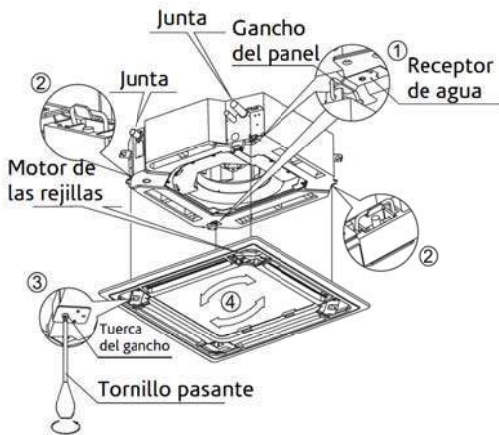

Fig. 5-12
(3) Instale el panel
- a. Alinee el motor oscilante sobre el panel de las juntas de las tuberías del cuerpo de manera adecuada. (fig5-12)